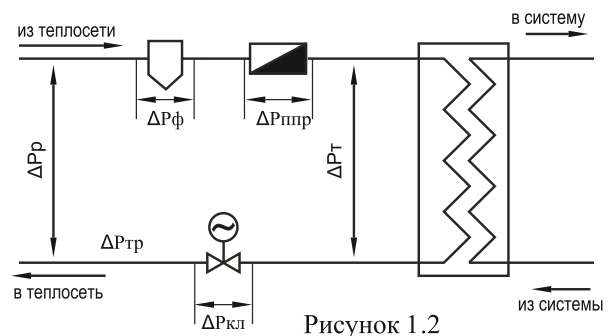

Рисунок 1.2
- в системах с независимым присоединением потребителя через теплообменник (к примеру системы горячего водоснабжения или отопления) (Рис. 1.2) перепад давления на клапане $\Delta P_{\text{ккл}}$ будет равен:
1) построение схемы регулирования (рис. 1.2) и определение данных для подбора.